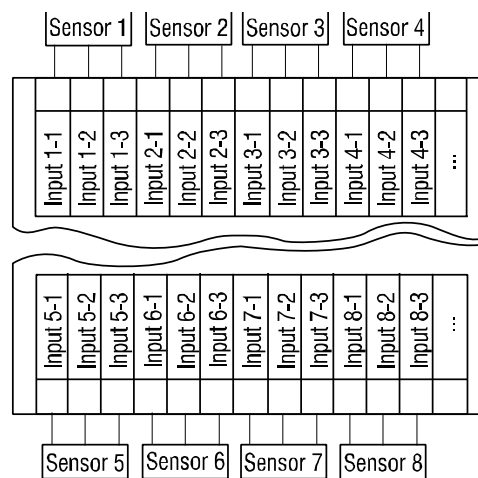

Fig. 4.2 Conexión de las entradas
- Las entradas deben ser cableadas según las figuras Fig. 4.2...4.8.